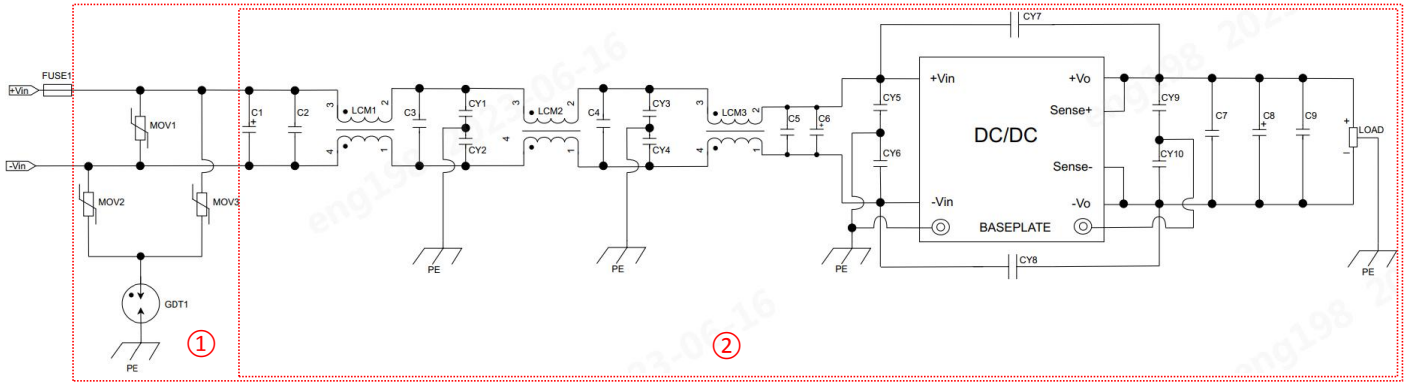

图 8
| EMI | 传导骚扰 | CISPR32/EN55032 CLASS A (推荐电路见图 8 ②) | |
| | | GJB151B CE102 (推荐电路见图 8 ②) | |
| | 辐射骚扰 | CISPR32/EN55032 CLASS A (推荐电路见图 8 ②) | |
| EMS | 静电放电 | IEC61000-4-2 Contact $\pm 6kV$ 、Air $\pm 8kV$ (推荐电路见图 8 ①) | Perf. Criteria A |
| | 辐射抗扰度 | IEC61000-4-3 10V/m (推荐电路见图 8 ②) | Perf. Criteria A |
| | 脉冲群抗扰度 | IEC61000-4-4 $\pm 2kV$ (5KHz,100KHz) (推荐电路见图 8 ①) | Perf. Criteria A |
| | 浪涌抗扰度 | IEC61000-4-5 line to line $\pm 2kV$ 、line to ground $\pm 4kV$ (推荐电路见图 8 ①) | Perf. Criteria A |
| | 传导骚扰抗扰度 | IEC61000-4-6 10Vr.m.s (推荐电路见图 8 ②) | Perf. Criteria A |